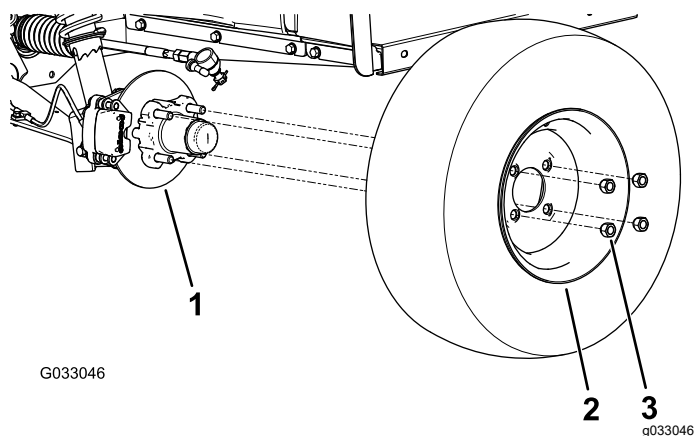

Рисунок 29
2. Отверните 4 зажимные гайки, которые крепят каждое колесо к ступице (Рисунок 29).
4. Совместите отверстия в колесе со шпильками в ступице и установите колесо на ступицу так, чтобы вентиль шины был направлен наружу (Рисунок 29).
5. Закрепите колесо на ступице с помощью зажимных гаек (Рисунок 29).